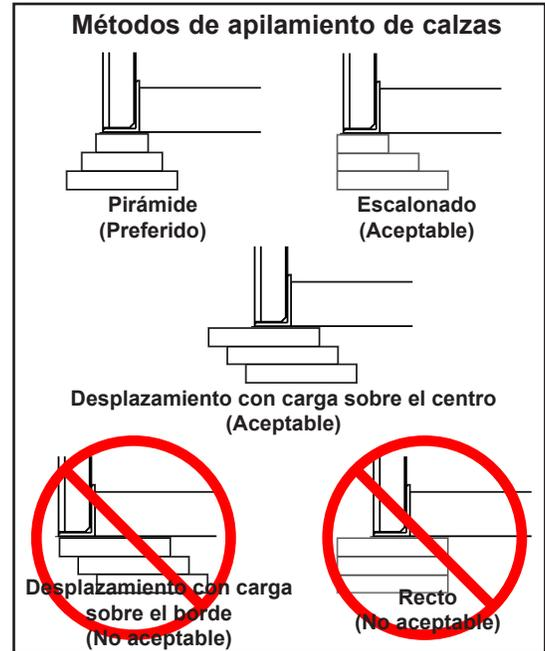

Figura 10
2. Con los resultados obtenidos en el paso 1, cree las pilas de calzas individuales en el piso de la fosa en la ubicación (**B**). Construya cada pila de calzas (**M**) con la calza superior con un tamaño mínimo de 114.3 mm x 114.3 mm (4-1/2" x 4-1/2") y aumente el tamaño con cada calza inferior sucesiva para que se puedan soldar las calzas juntas con una soldadura de filete. Si utiliza el método de desplazamiento, asegúrese de que la carga esté sobre el centro de la pila de calzas y NO sobre el borde. NO utilice el método recto. Consulte la Figura 10.